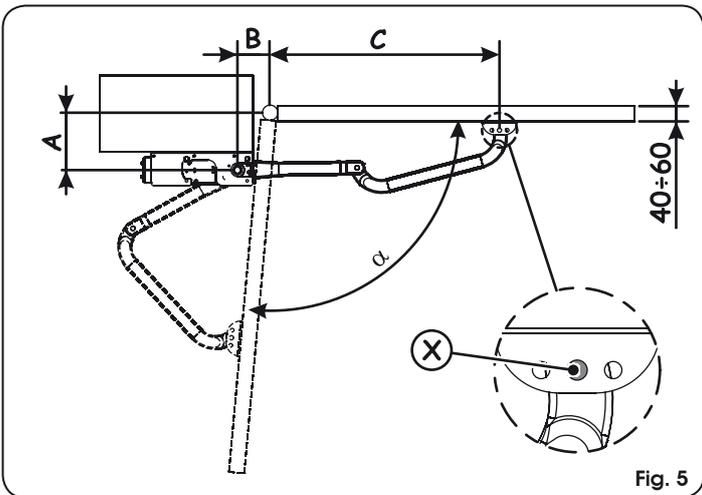

Fig. 5
ÖFFNUNG NACH INNEN (Fig. 5)
**ÖFFNUNG NACH INNEN (Fig. 5)**